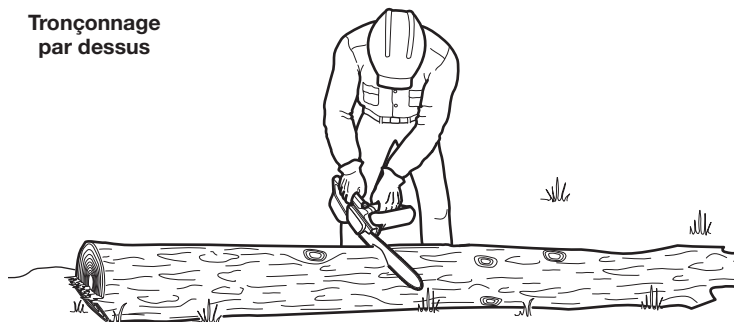

Fig. 16
Lorsque les bûches sont soutenues sur toute la longueur, des précautions supplémentaires doivent être prises pour s'assurer que la chaîne ne touchera pas au sol ou à une autre structure de soutien (Fig. 16).
1. Commencez à couper par le haut, avec le bas de la chaîne de la tronçonneuse contre le dessus de la bûche (Fig. 16).